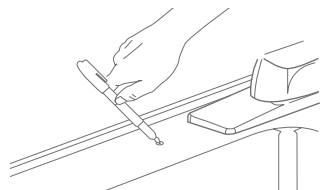

Figura 17.
a. Marca con un plumón la zona de la tarja donde vas a colocar la Llave de Cuello de Ganso (ver Figura 17).